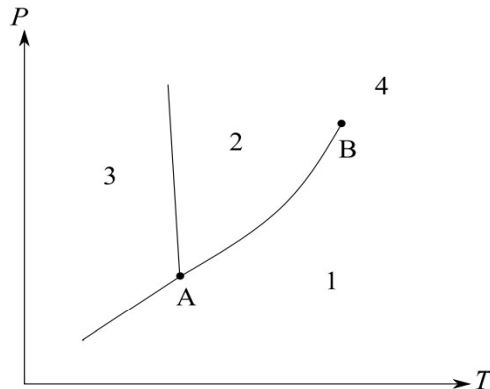

Figure 1- Diagramme (P,T) de l'eau
1. Le diagramme de phases de l'eau est présenté sur la figure 1. Recopier ce diagramme et identifier les domaines d'existence des différentes phases. Préciser le nom des points caractéristiques A et B.